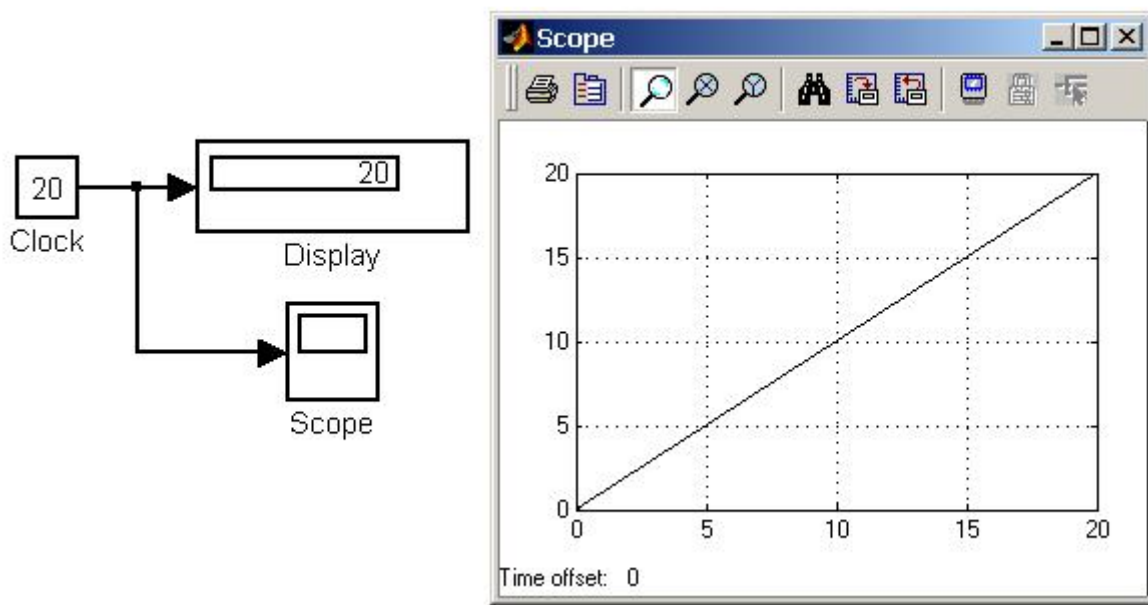

Рис. 12 Источник временного сигнал
**Display time** – отображение значения времени в блоке источника. На рис. 12 показан пример работы данного источника.